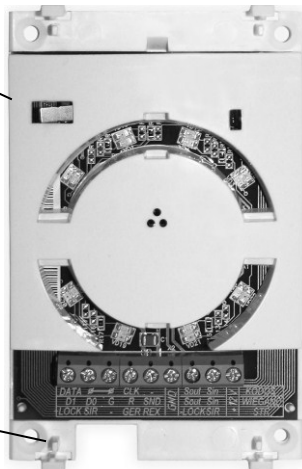

Рисунок 8 – Внешний вид контроллера со снятой крышкой
- 3) уложить соединительные провода в канал (или протянуть через отверстие в стене), протянуть их через паз в корпусе (рисунок 8);